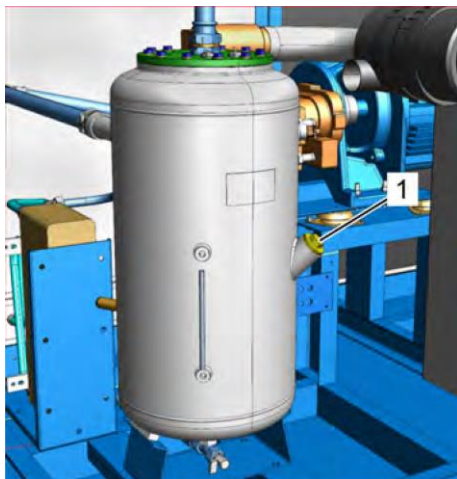

Рис. 39: Резьбовая пробка наливного отверстия
6. ➤ Отверните резьбовую пробку наливного отверстия (Рис. 39/1), извлеките ее и проследите за тем, чтобы не потерялось уплотнительное кольцо.
9. ➤ Вставьте резьбовую пробку наливного отверстия (Рис. 39/1) и затяните ее ☞ Приложение «Моменты затяжки винтов» на странице 110.